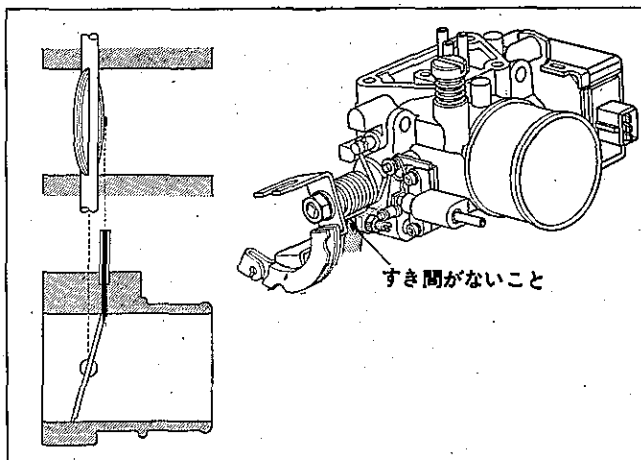

図3-3-17 スロットル ボデー点検 (その2)
- ④ スロットル バルブ開閉時スムーズであること。
- ⑤ スロットル バルブ全閉位置で、スロットル ストップ スクリュとスロットル レバーにすき間がないこと。
- ⑥ スロットル バルブ全閉位置でバキューム アドバンサ用 6番ポートが、スロットル バルブに対して 図3-3-17 のような位置にあること。